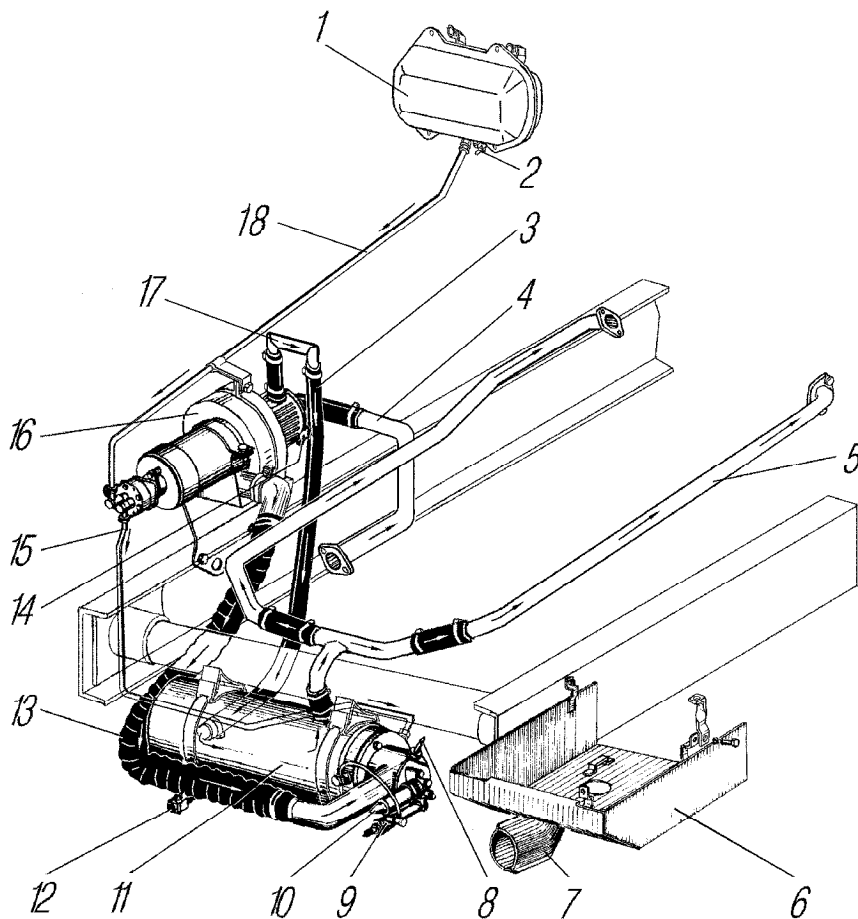

Рис. 21. Система предпускового подогрева двигателя:
- котел 11 (рис. 21), расположенный на первой поперечине рамы автомобиля;
Подогреватель работает следующим образом. Топливный насос забирает топливо из бачка подогревателя и под давлением при открытом электромагнитном клапане впрыскивает его через форсунку в горелку, где распыленное топливо смешивается с воздухом, воспламеняется и сгорает, нагревая в котле жидкость. Под действием насоса жидкость циркулирует по трубопроводам, по блоку в направлении, показанном стрелками на рис. 21.